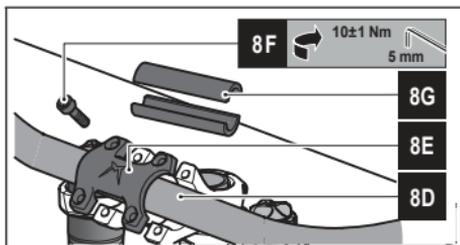

Рисунок 8 – Установка выноса руля
- Поместите вынос руля на верхнюю корону вилки (См. 8A и 8B Рисунок 8).
- Надежно закрепите вынос к верхней короне вилки специальными болтами при помощи шестигранника 4 мм с усилием  $6\pm 1$  Nm (См. 8C Рисунок 8).
- Установите руль на нижнюю закрепленную часть выноса и проверьте, что он установлен по центру (См. 8D Рисунок 8).
- Установите верхние элементы выноса на верхнюю часть руля (См. 8E Рисунок 8).
- Надежно закрепите руль при помощи шестигранника 4 мм (См. 8F Рисунок 8).
Для установки рулей различного диаметра существуют специальные переходники, которые устанавливаются между рулем и выносом (См. 8G Рисунок 8).